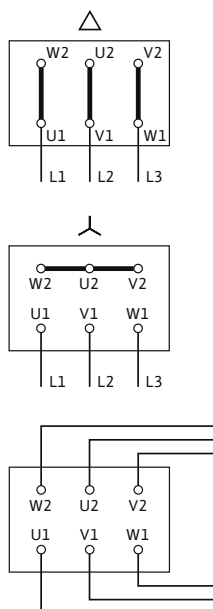

Fig. 17: Netzanschluss
Das Anschlussschema für den Elektroanschluss befindet sich im Klemmenkastendeckel (siehe auch Fig. 17).
- Der Netzanschluss ist abhängig von der Motorleistung P_2 , von der Netzspannung und von der Einschaltart. Die erforderliche Schaltung der Verbindungsbrücken im Klemmenkasten ist folgender Auflistung „Tab. 4: Belegung der Anschlussklemmen“ auf Seite 17 sowie Fig. 17 zu entnehmen.